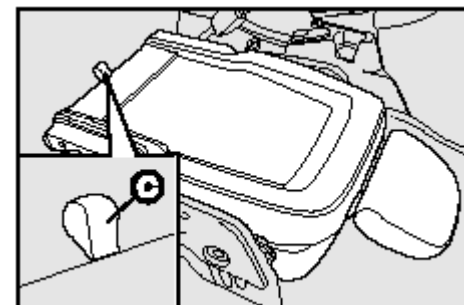

рис. 25
- потянуть за язычок **С** - **рис. 25** и потянуть еще сиденье книзу: таким образом, сиденье полностью сложено.